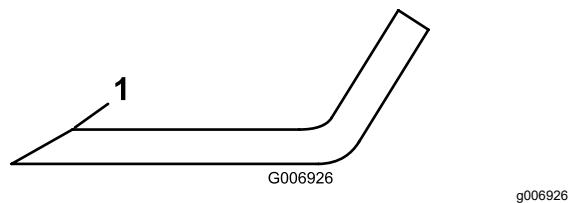

Bild 18
- Untersuchen Sie die Schnittkanten aller Messer. Schärfen Sie alle stumpfen und ausgekerbten Schnittkanten. Schärfen Sie nur die Oberseite der Schnittkante und behalten dabei den ursprünglichen Schnittwinkel bei, um die Schärfe des Messers zu gewährleisten (**Bild 18**).
- Wenn das Messer stumpf ist oder Kerben hat, schärfen Sie nur die Oberseite der Schnittkante und behalten den Originalschnittwinkel bei (**Bild 18**).